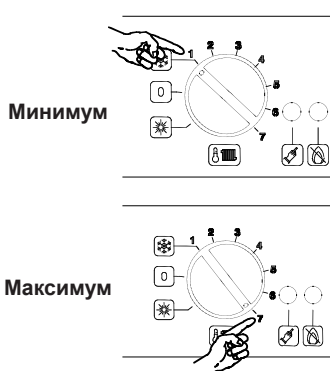

рисунок 2.5
Температура воды на выходе в контуре отопления изменяется от мин. 38° С до макс. 80 °С (рисунок 2.5), поворотом переключателя (14).